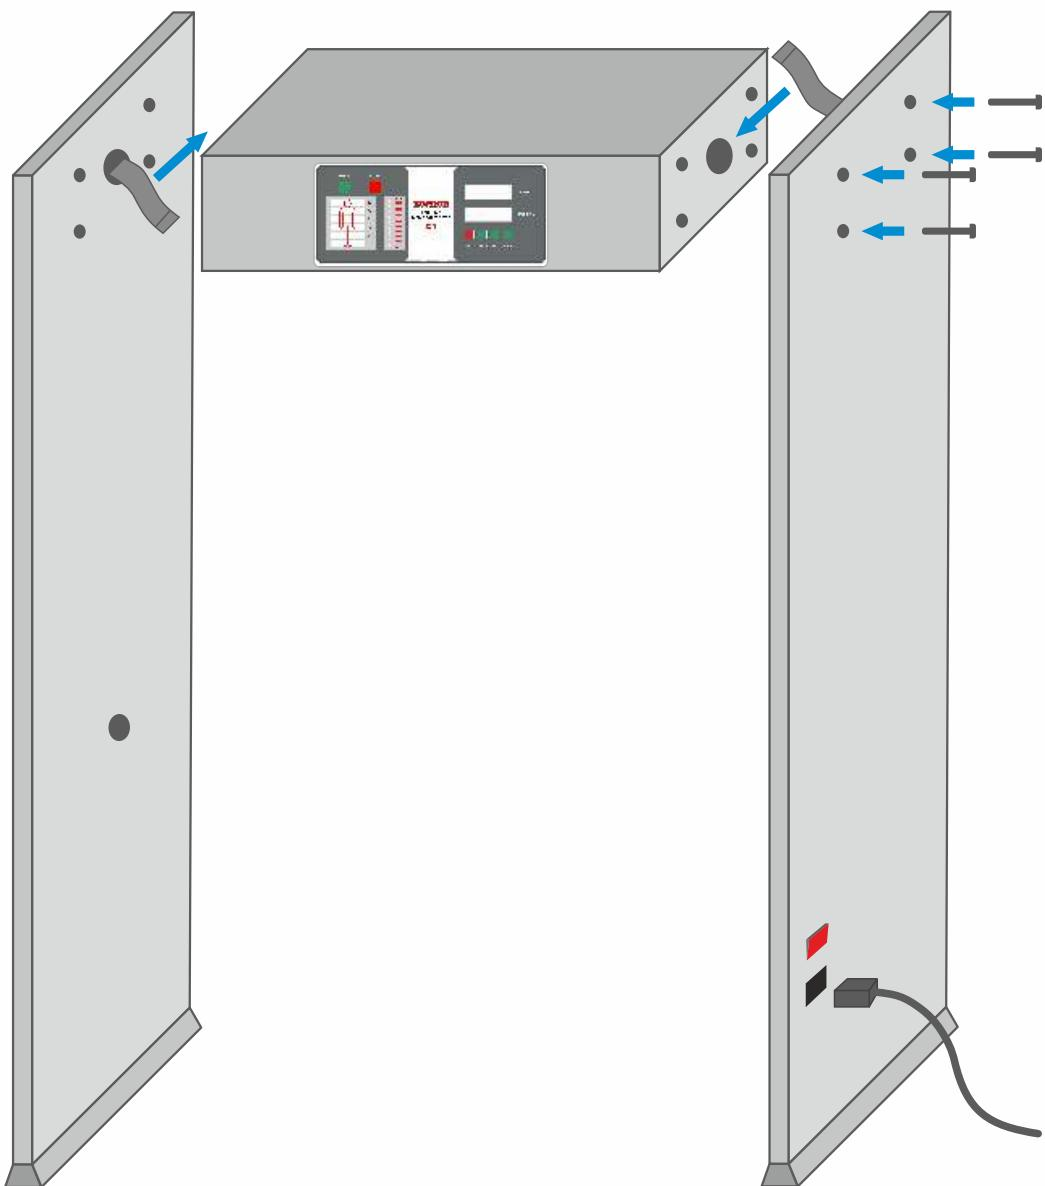

Рисунок 3. Сборка металлоискателя.
2. Соедините блок электроники и приёмо-передающие антенны с помощью входящих в комплект болтов и гаек, как показано на рис. 3.